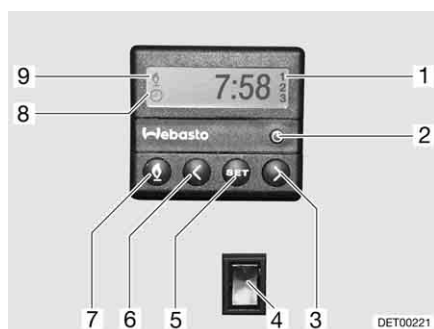

Fig. 143 Centralina di controllo per riscaldamento fisso
**Accensione manuale:** ■ Premere il tasto (Fig. 143,7). Il funzionamento del riscaldamento viene indicato con il simbolo (Fig. 143,9). La ventola viene inserita solo quando la temperatura dell'acqua di raffreddamento è pari a 30 °C.
**Spegnimento manuale:** ■ Premere il tasto (Fig. 143,7). Il simbolo (Fig. 143,9) si spegne.
**Inserimento del riscaldamento del motore:** ■ Premere l'interruttore (Fig. 143,4) in basso. Il motore viene preriscaldato. La ventola viene inserita immediatamente.
**Disinserimento del riscaldamento del motore:** ■ Premere l'interruttore (Fig. 143,4) in alto. Il motore rimane freddo.
**Impostazione dell'ora:** ■ Premere il tasto (Fig. 143,2). L'impostazione dell'ora viene indicata con il simbolo (Fig. 143,8).
■ Impostare l'ora con i tasti (Fig. 143,3 e 6).
**Programmazione dell'inizio del riscaldamento:** ■ Premere il tasto (Fig. 143,5).
■ Impostare l'orario di accensione con i tasti (Fig. 143,3 e 6) entro 10 secondi.
**Selezione orario di accensione programmato:** ■ Premere il tasto (Fig. 143,5) fino a che nel display (Fig. 143,1) non appare il numero di programmazione desiderato.